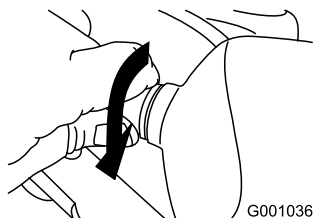

Figura 58
5. Girate in senso orario la base della lampadina, finché non è inserita perfettamente (Figura 58).